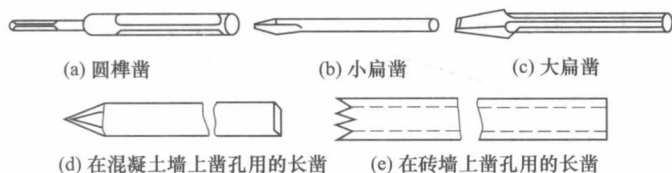

图 1-8 电工用凿
① 圆棒凿。圆棒凿 [如图 1-8 (a) 所示] 又称麻线凿或鼻冲，用于在混凝土结构的建筑物上凿打木榫孔。
② 小扁凿。小扁凿 [如图 1-8 (b) 所示] 用来在砖墙上凿打方形榫孔。电工常用凿口宽约 12mm 的小扁凿。凿孔时，也要经常拔出凿身，以利排出灰沙、碎砖，同时观察墙孔开凿得是否平整，大小是否合适，孔壁是否垂直。
③ 大扁凿。大扁凿 [如图 1-8 (c) 所示] 用来凿打角钢支架和撑脚等的埋设孔穴。电工常用凿口宽约 16mm 的大扁凿，其使用方法与小扁凿相同。
④ 长凿。长凿 [如图 1-8 (d)、(e) 所示] 用来凿出通孔。如图 1-8 (d) 所示长凿由中碳圆钢制成，用来在混凝土墙上凿出通孔；如图 1-8 (e) 所示长凿由无缝钢管制成，用来在砖墙上凿出通孔。